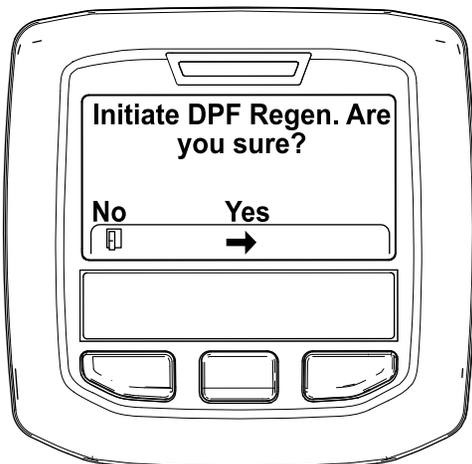

Рисунок 50
4. Когда появится сообщение «Initiate DPF Regen. Are you sure?» («Вы действительно хотите начать регенерацию DPF?»), нажмите среднюю кнопку (Рисунок 50).